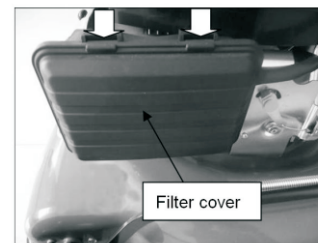

Fig. 13A
1. Presione hacia abajo las dos lengüetas en la parte superior de la cubierta del filtro. (Fig. 13A)